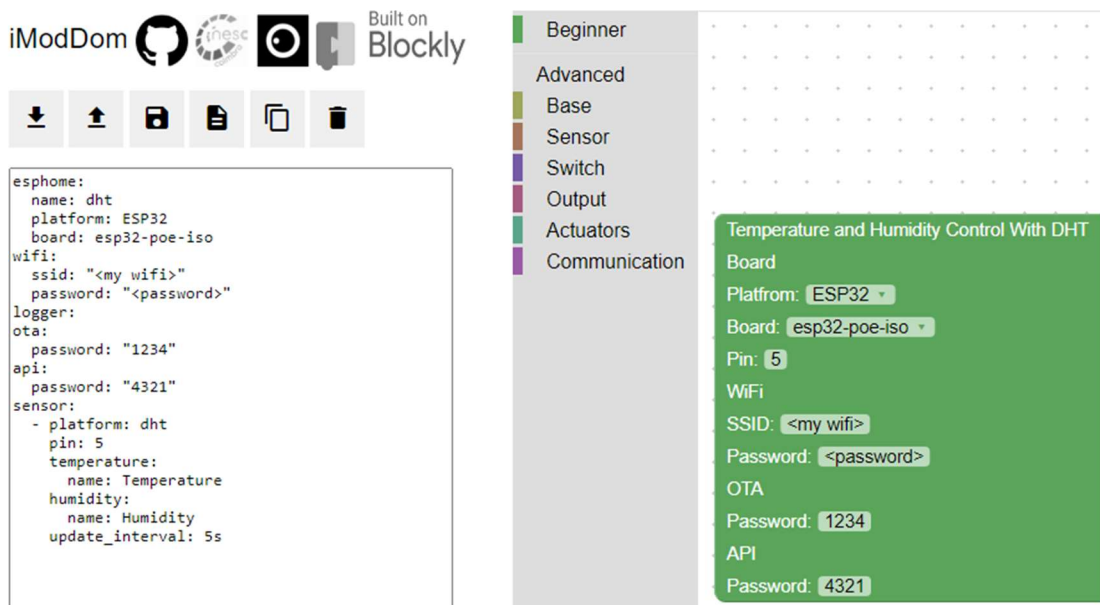

Figura 21 - Código Gerado
2. Gere o código e execute todos os passos até ter o cartão da humidade e da temperatura apresentados no painel principal (Figura 21).